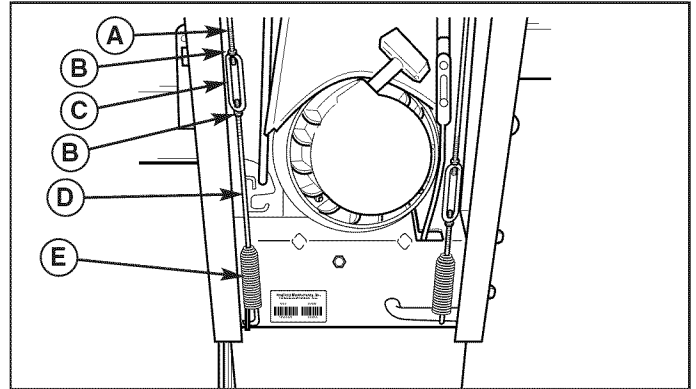

Abbildung 20. Einstellung der Antriebsspannung
1. Bei betätigtem Antriebshebel muss das untere Ende des unteren Gestänges (D, Abbildung 20) mit der Unterkante der Feder (E) bündig sein.
2. Zum Einstellen beide Muttern (B) lösen und das untere Gestänge festhalten, damit es sich nicht dreht. Das Spannschloss (C) nach rechts drehen, um das Gestänge abzusenken oder nach links drehen, um das Gestänge anzuheben.